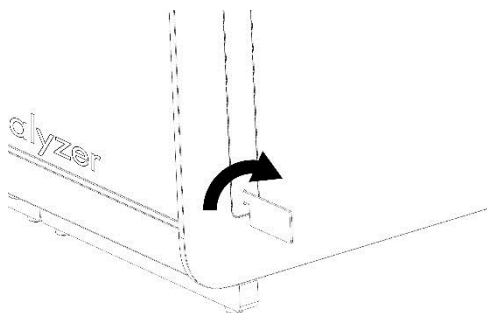

Figura 12. Remoção de tampas protetoras.
3. Remova as tampas protetoras da parte lateral do módulo analítico, utilizando a ferramenta de remoção de tampa protetora fornecida com o QIAstat-Dx Analyzer 1.0 (Figura 12).